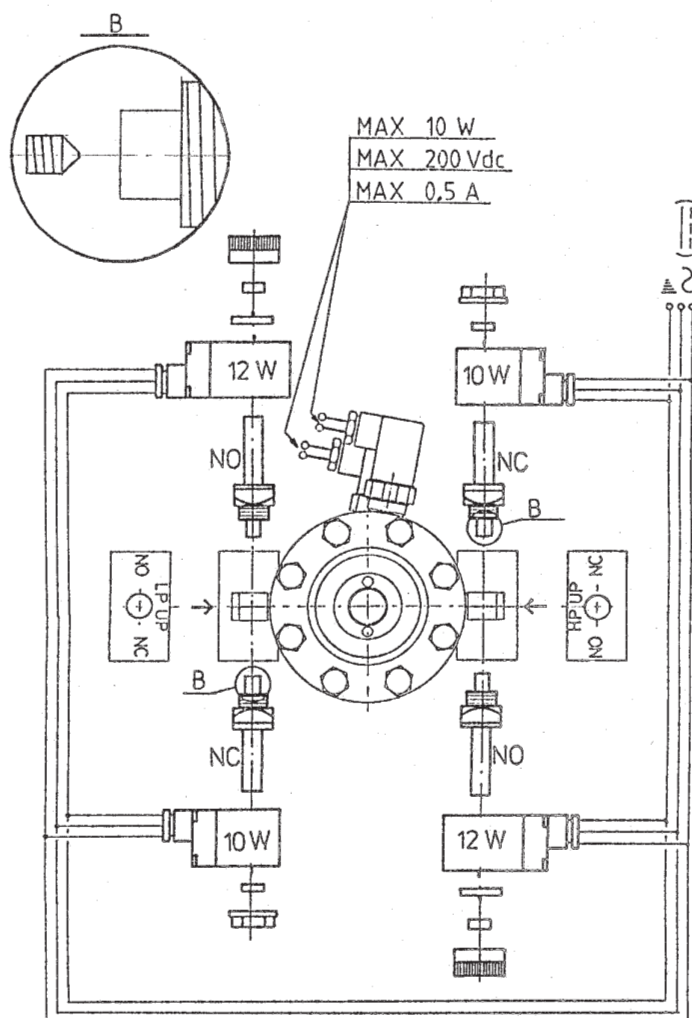

Fig 4
**OBS:** Dæmperdyse monteres i de to magnetventiler, der er mærket **NC** (Jvf. illustration B, Fig. 4).
Varmgas tilsluttes magnetventilens armatur mærket **HP UP** (Fig. 4).
Sugetryk tilsluttes magnetventilens armatur mærket **LP UP** (Fig. 4).
Den elektriske tilførsel skal tilsluttes både de to 10 W og de to 12 W spoler (Fig. 4).
**Kontaktens tilslutning:** (Fig. 4)